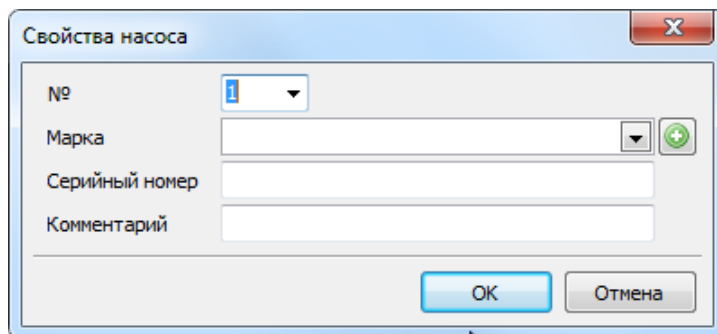

Рисунок 123. Добавление насоса
3. В появившемся диалоге, аналогичном диалогу при добавлении нового насоса (Рис. 123), отредактируйте необходимую информацию